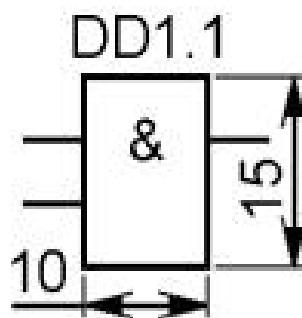

Рис. 2.16
2) Мікросхема K561ЛЕ5 складається з чотирьох логічних елементів 2АБО-НІ. Такі складені компоненти зручніше відобразити окремими частинами. Створіть додатковий елемент виконавши команду **Tools-New Part**. Розміри логічного компоненту зображені на Рис. 2.16.